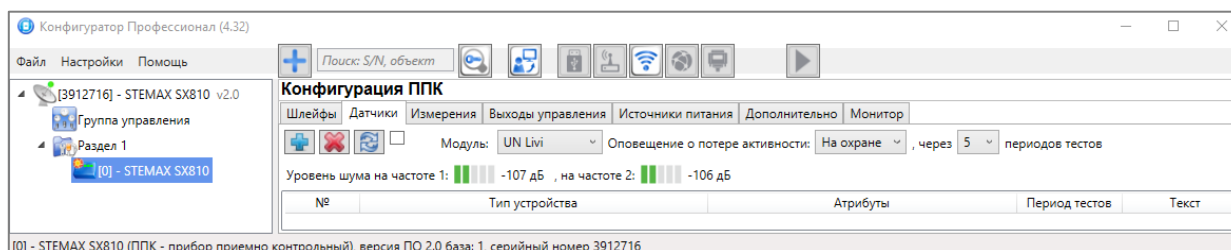

Рисунок 4.41 — Вкладка датчики (основные параметры работы радиоустройств Livi)
4. В верхней части вкладки *Датчики* (см. рисунок 4.41) осуществляется выбор радиосистемы с помощью раскрывающегося списка *Модуль*. В списке выберите модуль UN Livi и дождитесь, пока программа *Конфигуратор Профессионал* запишет модуль расширения в конфигурацию контроллера.
1. На вкладке *Датчики* нажмите кнопку  (см. рисунок 4.41).